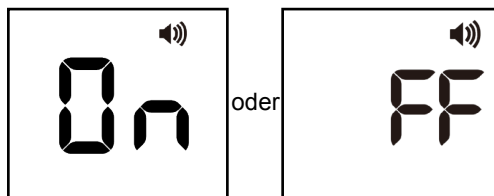

Abb. 17
- Drücken Sie die Taste ◀ oder ▶, um für den Ton „On“ oder „OFF“ einzustellen. Wenn „On“ ausgewählt ist, wird der Ton eingeschaltet und das Tonsymbol auf dem Display angezeigt. (Siehe Abb. 17)